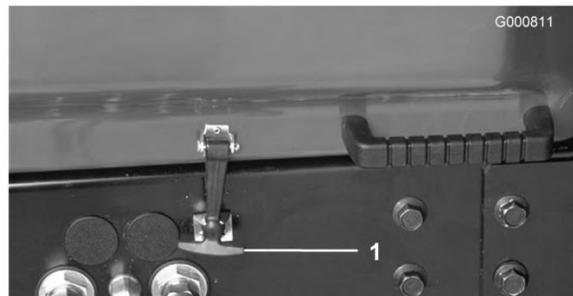

Bild 30
1. Stellen Sie die Maschine auf eine ebene Fläche. Lösen Sie den Haubenriegel (Bild 30) und heben Sie die Haube an.